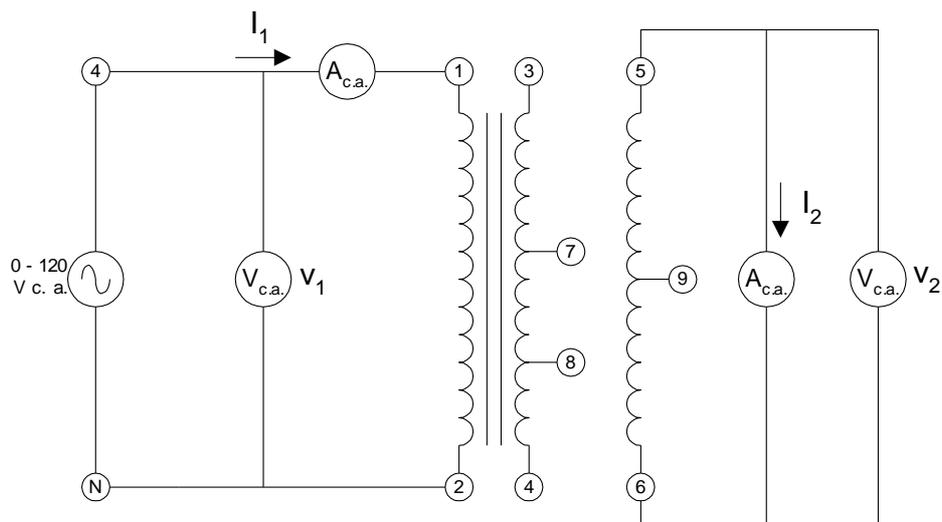

Figura 2.
6. Conecte el circuito que aparece en la figura 2. Observe que el medidor de corriente I_2 pone en corto circuito el devanado 5-6.